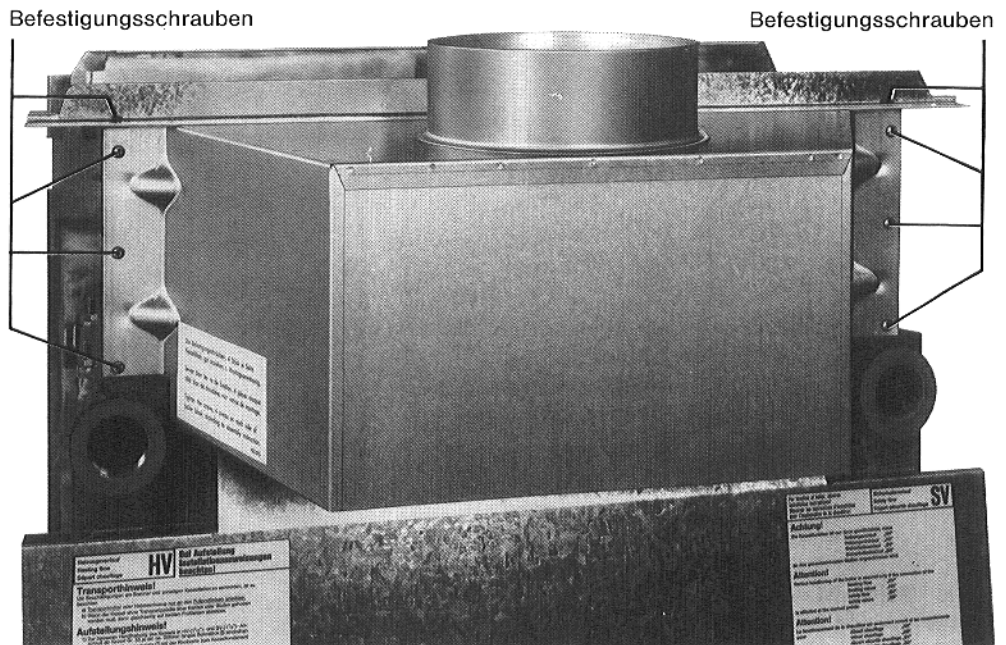

Abb. 11
- Strömungssicherung mit 8 Befestigungsschrauben am Abgassammler anschrauben (siehe Abb. 11 u. 12).